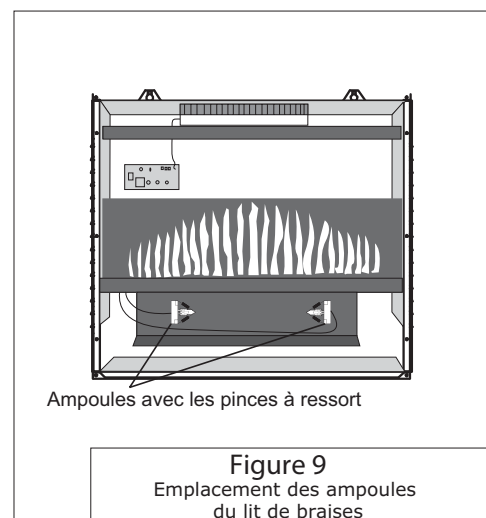

Figure 9
4. Repérez les 2 ampoules du lit de, comme le montre la figure 9.